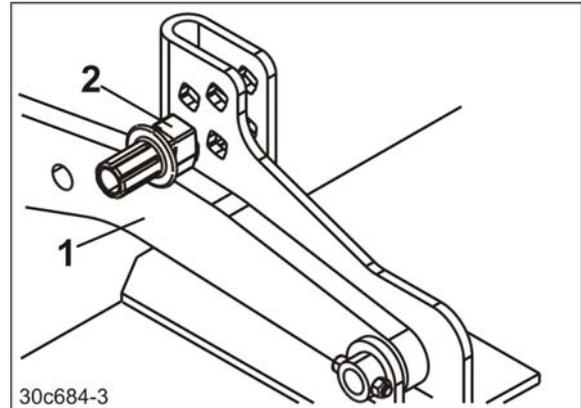
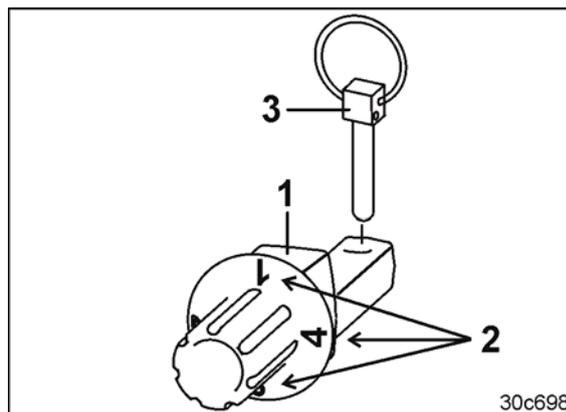

Fig. 113
Fig. 115
1. En utilisant l'hydraulique du tracteur, relever la machine jusqu'à ce que les axes de réglage de profondeur (Fig. 113/2) soient dégagés des bras support (Fig. 113/1).
- o plus le chiffre (Fig. 115 /2) figurant sur le bras support (Fig. 113/1) est élevé.